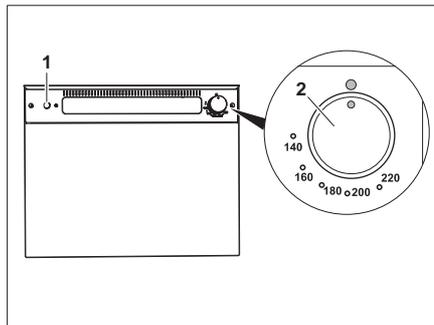

Bild 231 Gasbackofen (Thetford)
- Den Drehregler (Bild 231,2) leicht drücken und nach links auf eine beliebige Position drehen.
- Zündschalter (Bild 231,1) so oft drücken, bis die Flamme brennt.
- Den Drehregler (Bild 231,2) auf "O" drehen. Die Flamme erlischt.